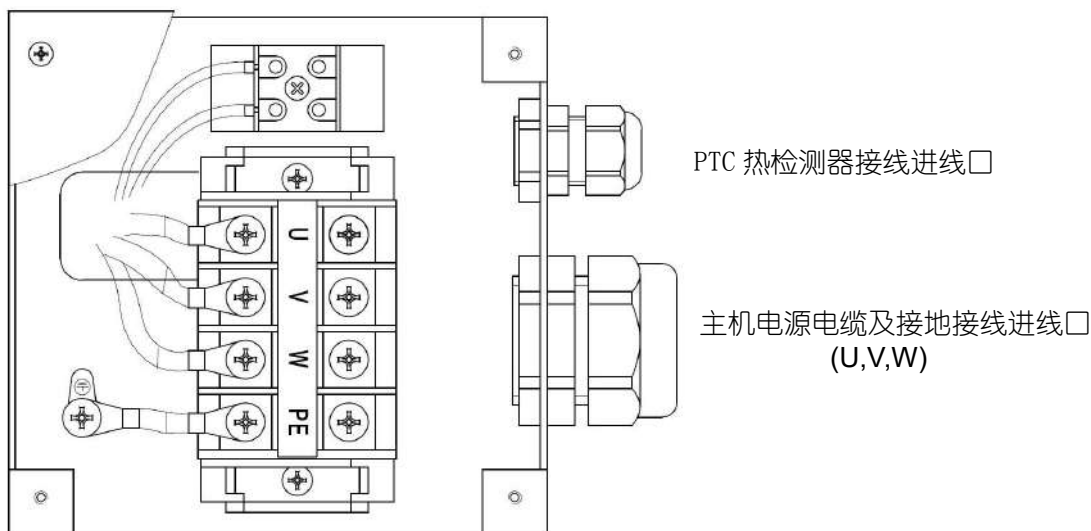

图 3 主机接线盒的接线示意图
- 制动器电磁线圈和 2 个微动开关的接线端子在接线盒内，接线时应注意保持其内无灰尘、潮气和其它杂物（见图 3）。